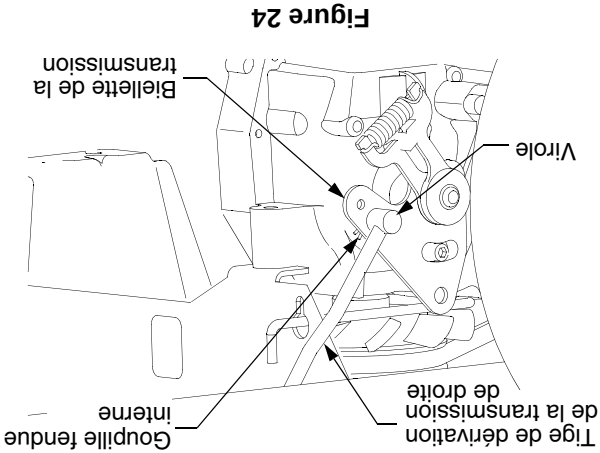

Figure 24
- Si une seule roue tourne, localisez la tige de dérivation de la transmission sous le châssis, juste en avant de la roue arrière. Si les deux roues tournent, localisez les deux tiges de dérivation. Voir la Figure 24.